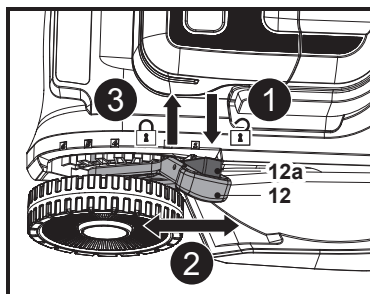

Fig. 12
1. Ține apăsat butonul de blocare (12a) (fig. 12, pasul 1).
2. Mișcă maneta (12) înainte sau înapoi pentru a regla înălțimea de tăiere (fig. 12, pasul 2).
3. Eliberează butonul de blocare (12a) și asigură-te că maneta (12) se cuplează corect în poziție (fig. 12, pasul 3).